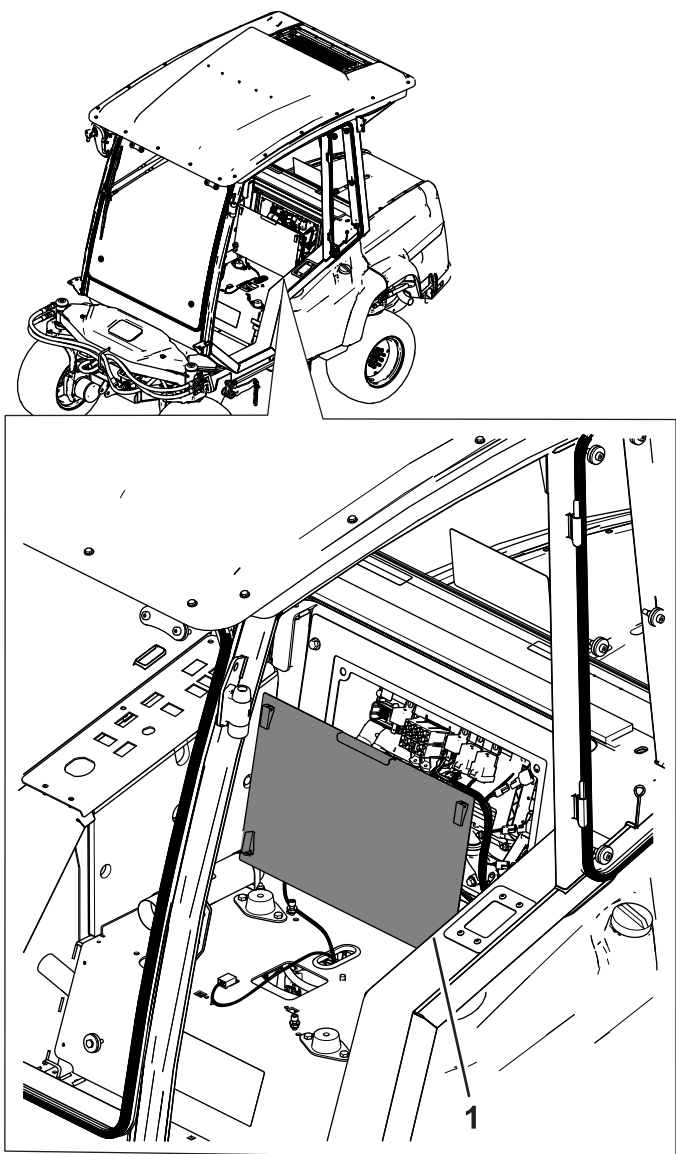
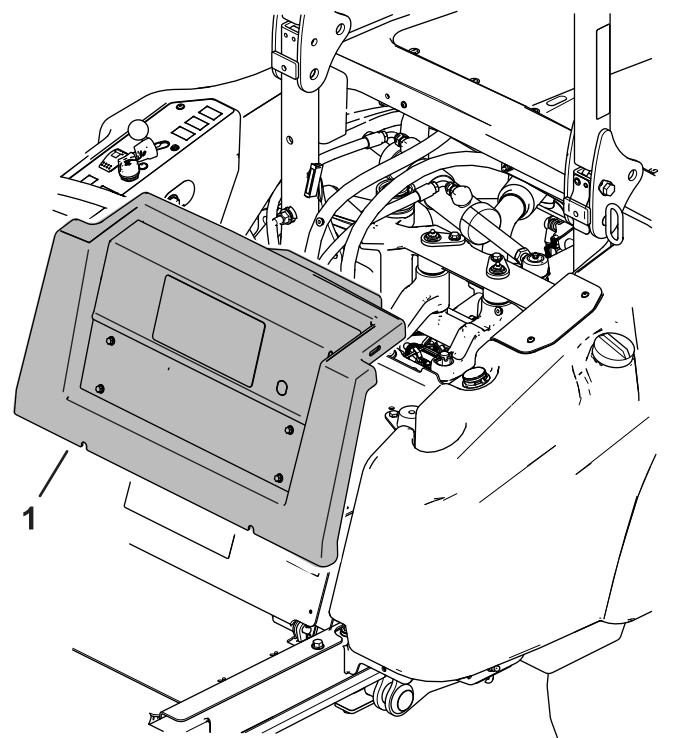

Figura 1
Figura 2
3. Inclinate in avanti la protezione posteriore oppure rimuovetela per accedere ai cavi (Figura 1 o Figura 2).